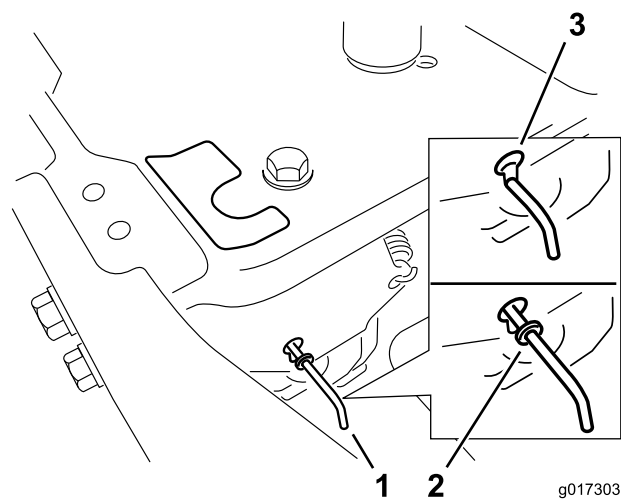

Figura 20
4. Mueva las palancas de desvío hacia delante a través del orificio y hacia abajo para bloquearlas en esa posición (Figura 20).
Mueva las palancas de desvío hacia atrás a través del orificio y hacia abajo para bloquearlas en esa posición, según se muestra en la Figura 20.